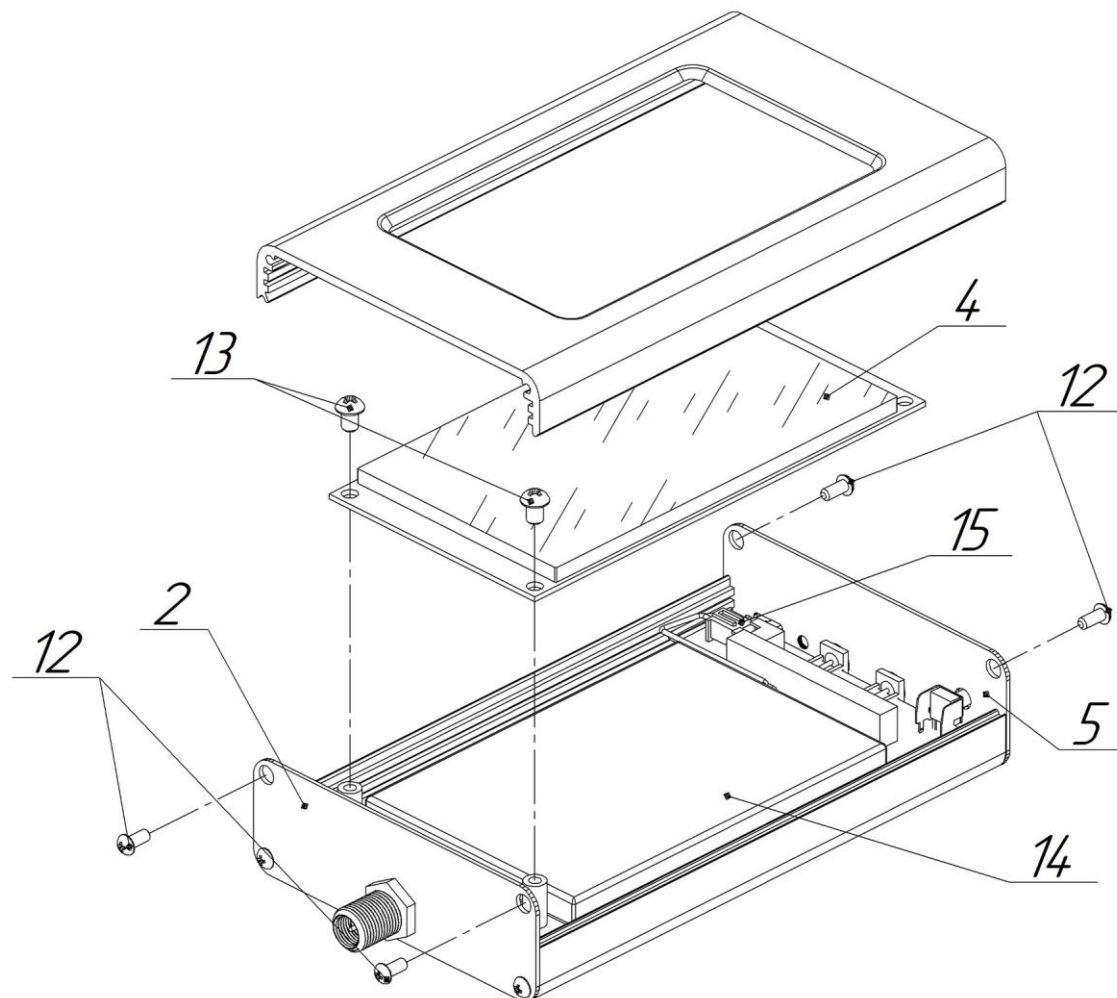

Рисунок 11.1 – Разборка корпуса прибора
11.3.4. Вывинтите 2 верхних винта (12) панелей (2) и (5). Осторожно снимите верхнюю часть корпуса (Рисунок 11.1).